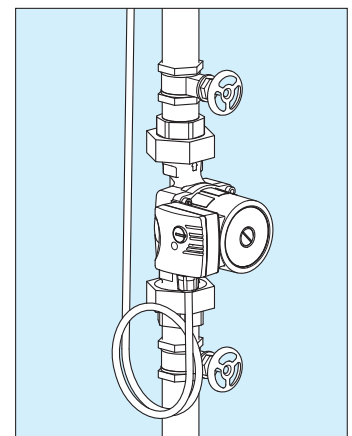

Рис. 5: Замкнутое электрическое соединение
- Насос следует всегда устанавливать между двумя отсечными устройствами (рис. 5)
Циркуляционные насосы подключаются только непосредственно к постоянным электрическим линиям. Перед двигателем необходимо установить выключатель с расстоянием между разомкнутыми контактами не менее 3 мм. С целью упрощения замены в дальнейшем, электрическое подключение следует выполнить замкнутыми (рис. 5). Звуки управляющих сигналов питания можно устранить установкой блокирующего фильтра. Необходимо выполнять требования местных норм. Электрические соединения должны быть выполнены устойчивыми к температурам воды >100 °С.